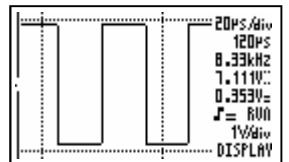

Fig 21
- **Markers** : Fig.21
- **Zichtbare markers** : Fig.21
- **Marquers** : Fig.21
- **Markierungen**: Fig.21